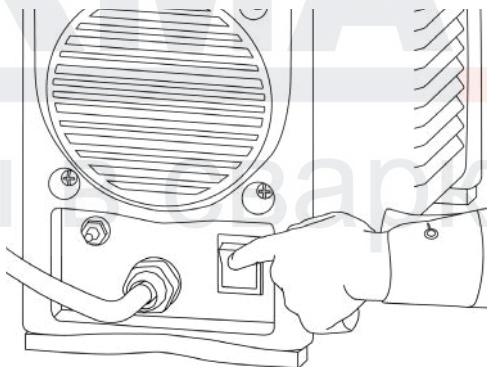

Рис. 8.4. Включите аппарат.
3. Включите сварочный аппарат (См. рис. 8.4).